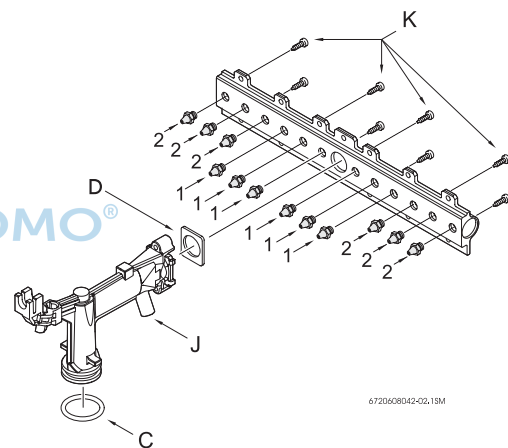

Bild 4
- Nachdem die K Schrauben entfernt worden sind, die zwei Brennerhälften abbauen (Bild 4, pos. K).
- Die Düsen umtauschen (Bild 4, pos. 1 et 2) und wieder einbauen laut Beschreibung. Achtung, es gibt zwei Typen von Düsen, die nicht vertauscht werden dürfen (tabela 2).
- Dann die Hälften einbauen und wenn nötig, die Dichttringe zwischen Anschlussstück und Schiene wechseln (Bild 4, pos. D).
- Den Brenner in die Gasarmatur mit den seitlichen Schrauben einbauen, den O-Ring vom Anschlussstück tauschen (Bild 4, pos. C).